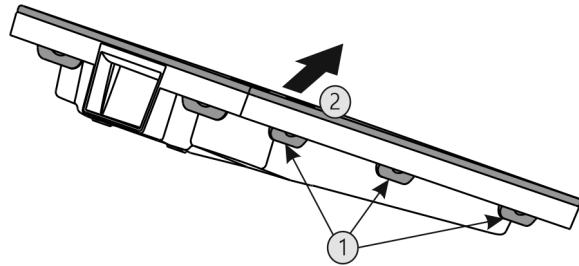

Fig. 75
- ▶ Alle lippen Fig. 75 (1) achtereenvolgens indrukken en de afdekking Fig. 75 (2) verwijderen.